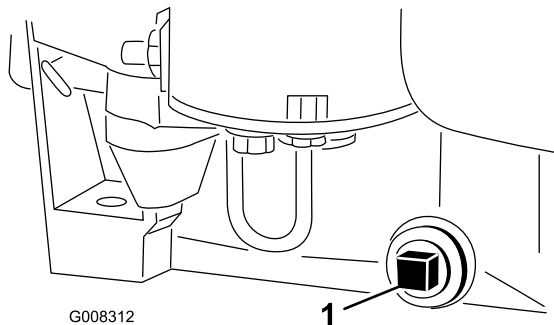

Figura 25
9. Togliete il tappo di spurgo per lasciare defluire l'olio (Figura 25).